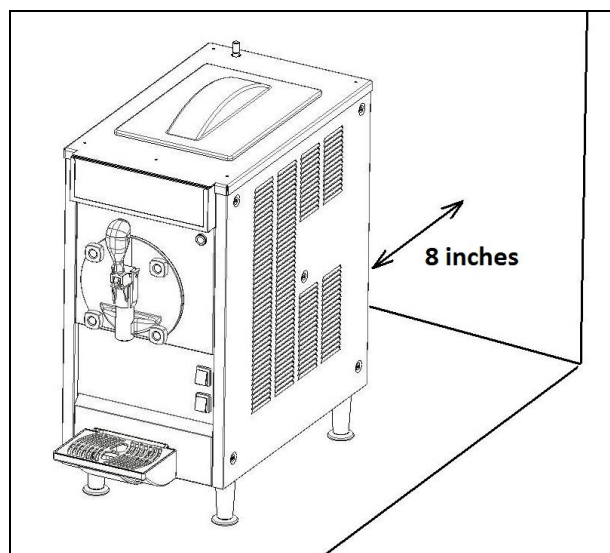

Fig. 2
b) Appoggiare l'apparecchio su una superficie patta facendo in modo che la carrozzeria dell'apparecchio sia ben areata, lasciare almeno 10 inch sul lato sinistro in modo da permettere il controllo e rimozione del cassetto di raccolta ed almeno 8 inch di spazio libero su tutti gli altri lati in modo da permettere una buona areazione (fig.2). Installare l'apparecchio in un ambiente asciutto ed evitare di installarlo vicino a fonti di calore. **La temperatura ambiente di utilizzo macchina deve essere compresa tra i 75°F e i 97°F.**